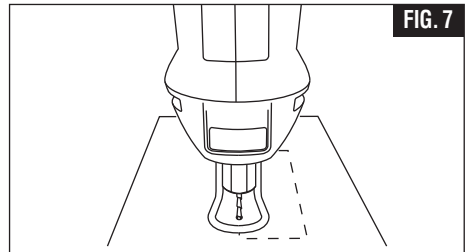

FIG. 7
Étape 4 : inclinez lentement l'outil à un angle de 90° pour commencer la coupe. Le guide de profondeur doit être au ras de la surface du matériau (Fig. 7).